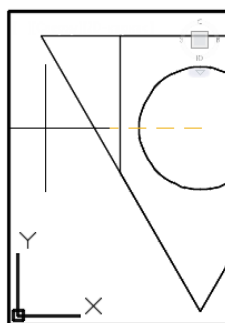

Рис. 24
- 2) на запрос второй точки секущей плоскости щёлкнуть произвольную точку в ортогональном режиме (рис. 24);